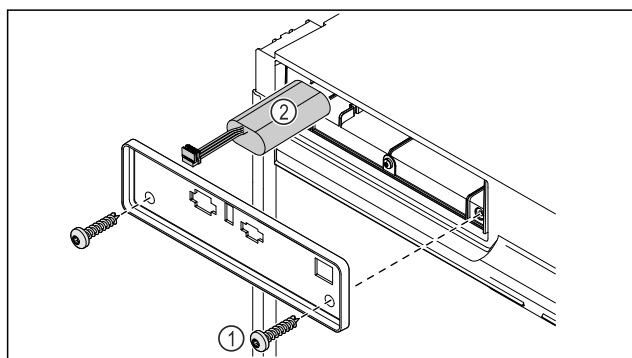

Fig. 189
- ▶ Vyskrutkujte skrutky a odstráňte kryt na zadnej strane zariadenia Fig. 189 (1).
- ▶ Odpojte a vyberte batériu Fig. 189 (2).